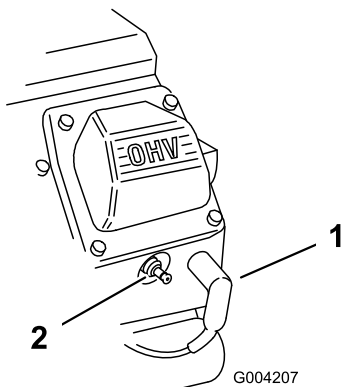

Figura 153
2. Staccate il cappellotto dalle candele (Figura 153).